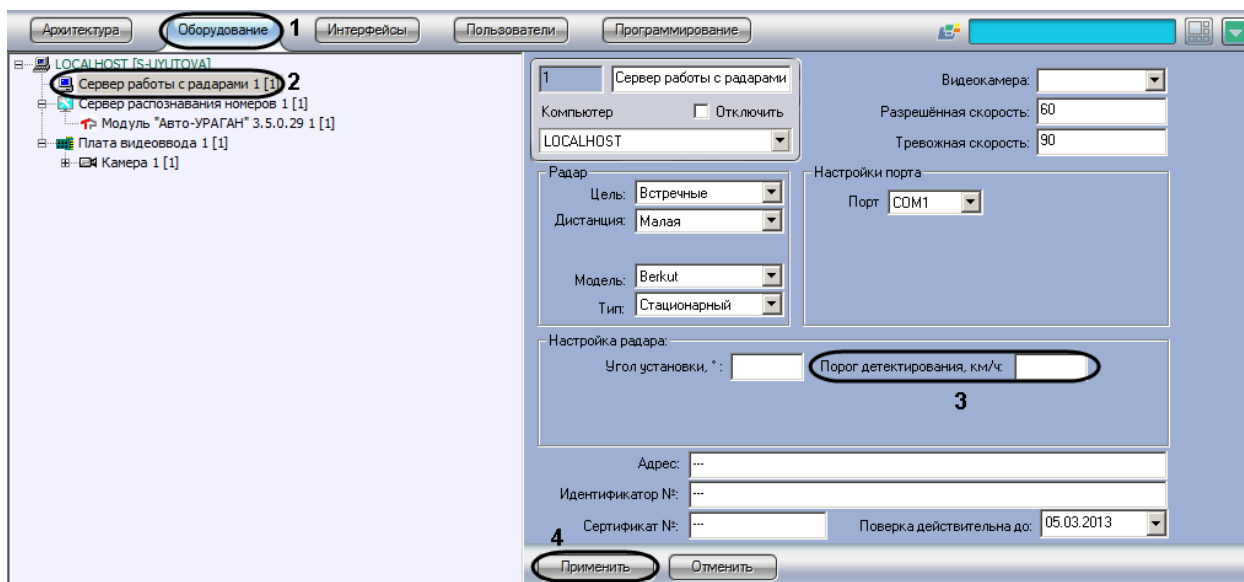

Рис. 7.3—10. Указание минимальной скорости движения транспортного средства, определяемого устройством «Радар»
2. В дереве объектов на вкладке «Оборудование» выбрать объект «Сервер работы с радаром», соответствующий настраиваемому программному модулю «Радар» (см. Рис. 7.3—10, 2). В правой части вкладки «Оборудование» отобразится панель настройки выбранного объекта.
3. Задать в поле «Порог детектирования, км/ч» минимальную скорость движения транспортных средств, определяемую устройством «Радар» (см. Рис. 7.3—10, 3).
4. Нажать кнопку «Применить» (см. Рис. 7.3—10, 4).